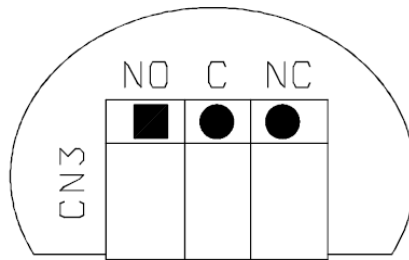

图7：辅助继电器接线图（仅增强版）
13. 将信号线接入接线端子，接线顺序如图7所示。
14. 将信号线接入接线端子，接线顺序如图7所示。